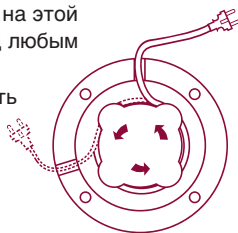

рис.4
- Чтобы удлинить кабель питания, переверните подставку и размотайте электрический кабель с намоточного устройства. Отрегулируйте длину кабеля, необходимую для подсоединения к розетке питания, пользуясь специальными втулками (рис.4).